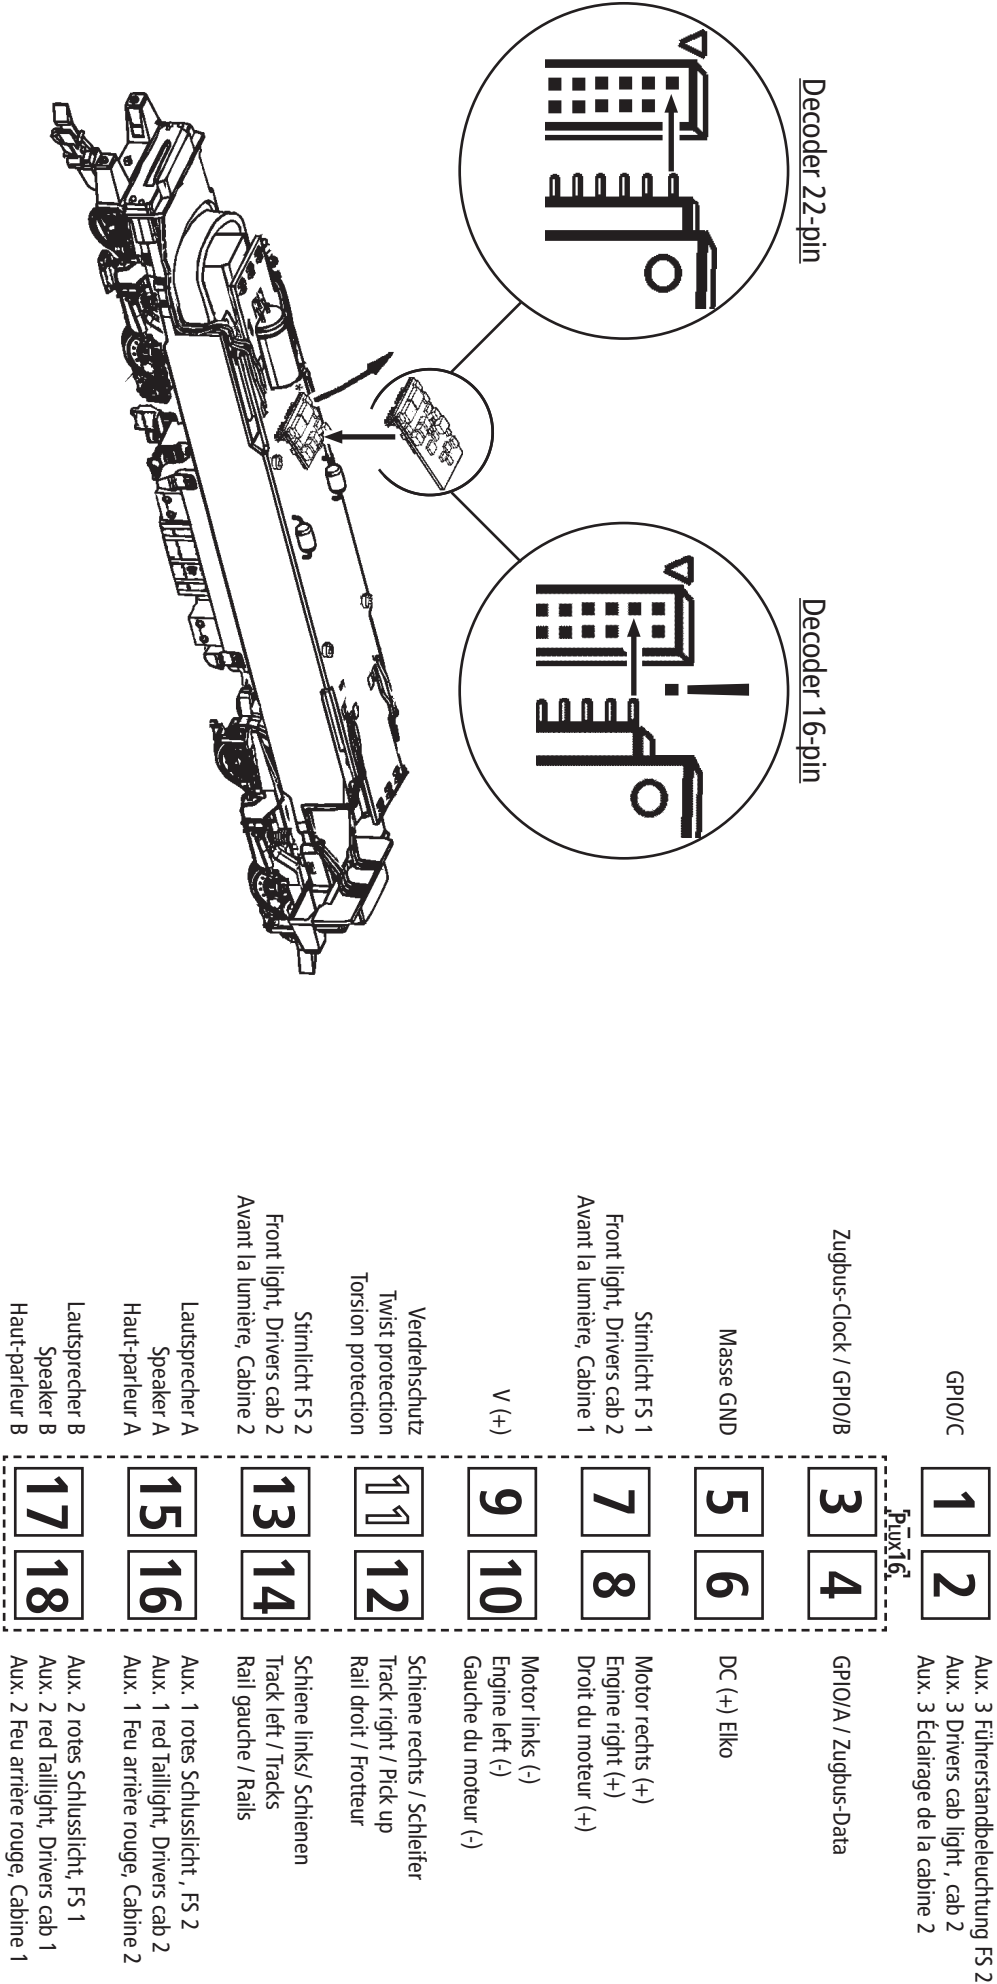

Fig. 4
aux endroits indiqués par le plan de graissage (fig. 9) après avoir démonté la caisse de la locomotive (fig. 4). Nous vous recommandons le **graisseur à huile Roco réf. 10906**. Pour graisser les engrenages (roues dentées, vis sans fin) nous vous conseillons la **graisse spéciale Roco réf. 10905** pour engrenages en matières synthétiques. Lorsque vous utilisez cette graisse il faut éviter d'huiler ces composants.
4. Remplacement des balais du moteur: Dé-montez la caisse (voir fig. 4). Démontez ensuite le moteur et échangez le balais (fig. 10).